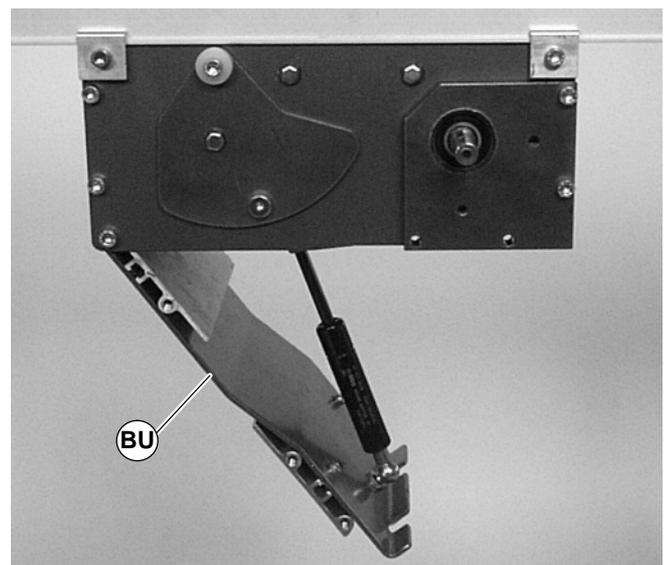

Abbildung 31
11. Den Spannboden sorgfältig schließen (BU siehe Abbildung 31).